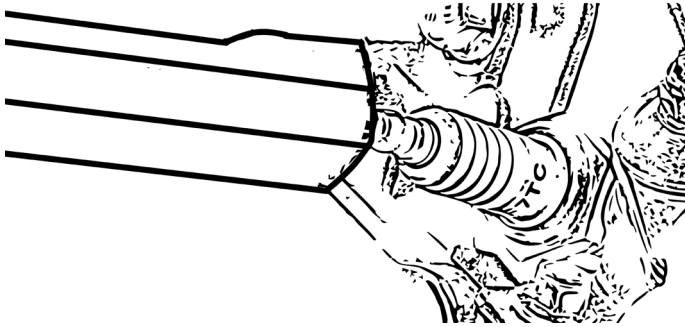

Bild 18
- Lossa tändstiftet med hjälp av tändstiftsnyckeln, Fig. 18.